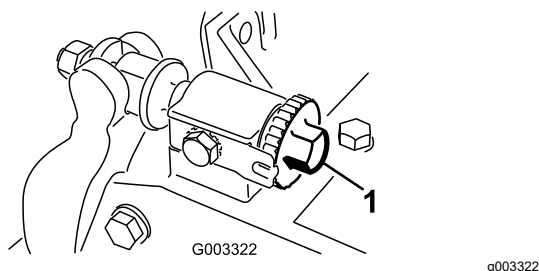

Figura 10
2. Rotiți uruburile de reglare pentru bara de cadru în sens invers acelor de ceasornic pentru a asigura faptul că bara nu intră în contact cu cilindrul (Figura 10).